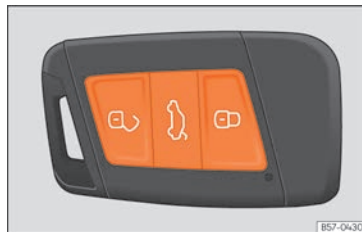

Fig. 78 Remote control key: buttons.
- Lock: press the  »»» **Fig. 78** button.